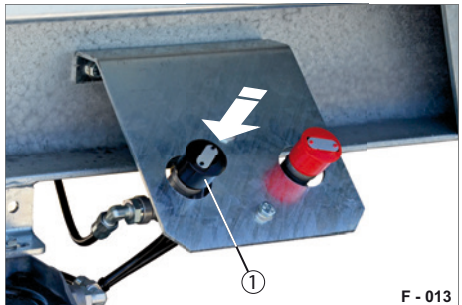

Abb. 16 Betriebsbremse lösen
- ▶ Drücken Sie das Löseventil (Abb. 16/1).